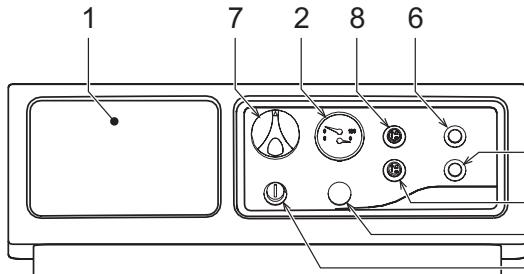

рис. 1 - Панель управления
- Переведите выключатель котла "8" в положение "включено" (рис. 1).
- Если котел оборудован электронным терmostатическим блоком управления, установленным в положении 1, рис. 1, пользователь должен также соблюдать инструкции, предоставленные изготовителем данного блока.
Если повернуть рукоятку 7, рис. 1 по часовой стрелке, температура воды в системе отопления повышается, против часовой стрелки - понижается. Температуру воды в системе отопления можно регулировать в пределах от 30° до 90°. Однако не рекомендуется эксплуатировать котел при температуре ниже 45°.
Задайте с помощью комнатного термостата нужную температуру внутри помещения. При поступлении команды от комнатного термостата котел включается, обеспечивая нагревание воды в системе отопления до температуры, заданной регулирующим терmostatом 7, рис. 1. При достижении в помещении желаемой температуры котел выключается.
Давление напора при заполнении холодного контура, считанное гидрометром котла, поз. 2 на рис.1, должно составлять приблизительно 1,0 бар. Если во время работы давление воды в системе упало (из-за испарения растворенных в воде газов) до величины ниже вышеуказанного минимума, пользователь должен открыть кран подачи воды и довести давление до первоначального значения. По окончанию операции всегда закрывайте кран подачи воды.